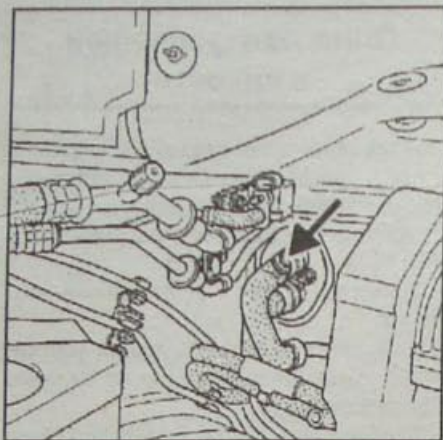

Рис. 1.88. Расположение пробки удаления воздуха
• Отверните пробки удаления воздуха на радиаторе и шлангах подвода к радиаторам системы отопления (рис. 1.88).
- Отверните пробки удаления воздуха на радиаторе и шлангах подвода к радиаторам системы отопления (рис. 1.88).